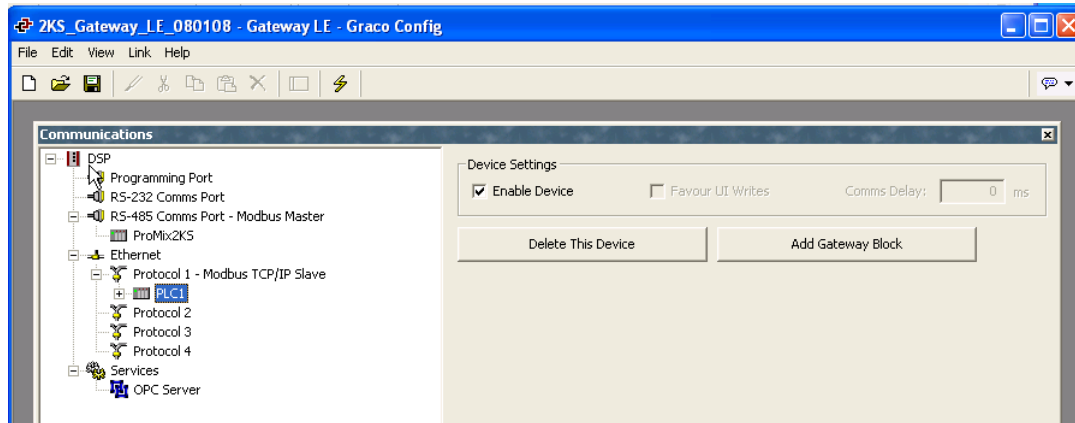

FIG. 21: PLC1 hernoemen
3. Zie FIG. 21. Klik met de rechtermuisknop op apparaat PLC1 om het protocol te hernoemen naar iets wat voor uw systeem van betekenis is.